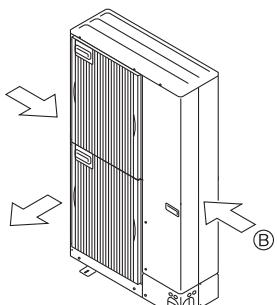

Fig. 2-5
- ③ Anbring om muligt enheden således, at luftudblæsningen blæser vinkelret på den fremherskende vindretning. (Fig. 2-5)
- ④ Luftledeskærm
⑤ Vindretning